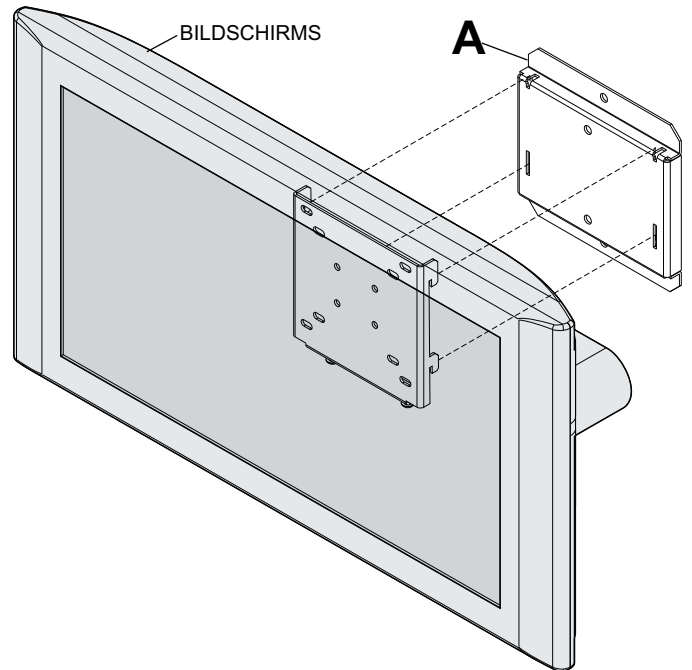

Abbildung 4.1
Hängen Sie den Bildschirm wie in Abbildung 4.1 gezeigt auf die Wandplatte (A). Ziehen Sie die in Abbildung 4.2 und Detailansicht 1 abgebildeten M5 x 12 mm Schrauben (D) an.